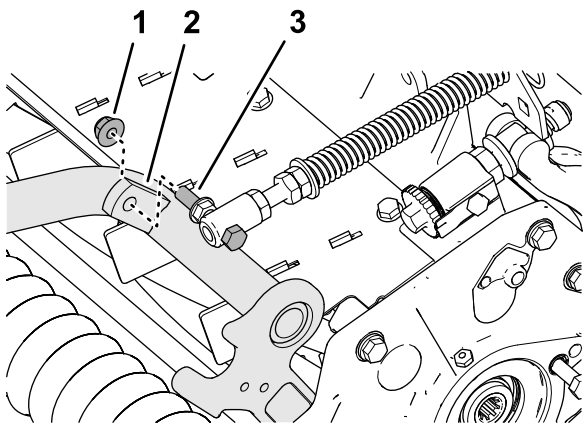

Рисунок 9
4. Установите колпачковый винт пружины компенсации состояния грунта на правый выступ несущей рамы (Рисунок 9) с помощью фланцевой контргайки (3/8 дюйма).